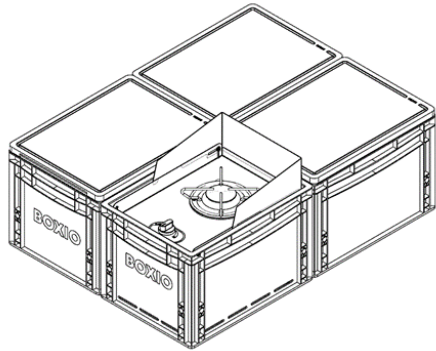

Abb. 2
- Bei einem Einbau des Kochers sind die Belüftungsschlitze an mindestens einer langen und einer kurzen Seite der Box freizuhalten [vgl. Abb. 2]